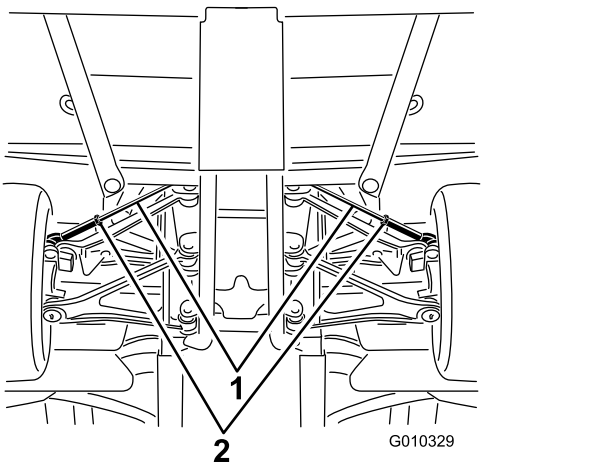

図 50
- A. タイロッドの中心についているジャムナットをゆるめる 図 50。